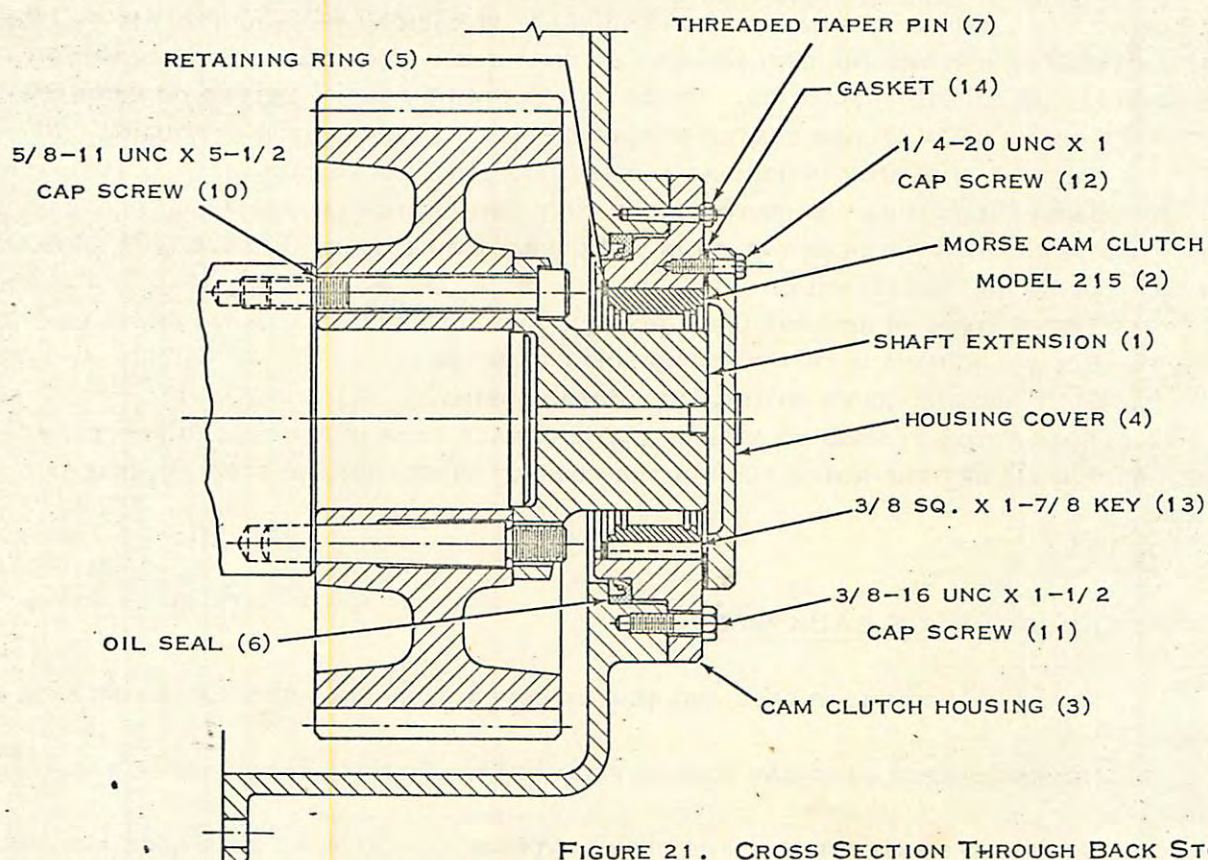

FIGURE 21. CROSS SECTION THROUGH BACK STOP
2. REMOVE HOUSING COVER FROM CAM CLUTCH HOUSING (SEE FIGURE 21).
4. INSERT OIL SEAL IN GEAR CASE (SEE FIGURE 21).